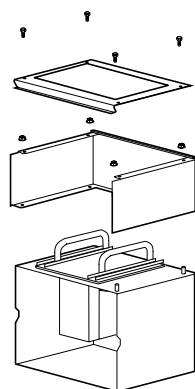
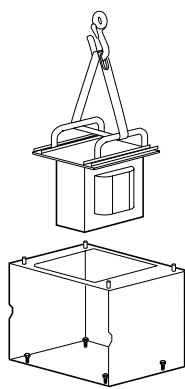

图 2
图 3
- 1 拆卸直流电抗器的零件 (图 2) 以便随后安装，并通过起重机将电抗器取出 (图 3)。
- 2 将固定螺钉从托台上的电抗器支座上取下 (图 3)。